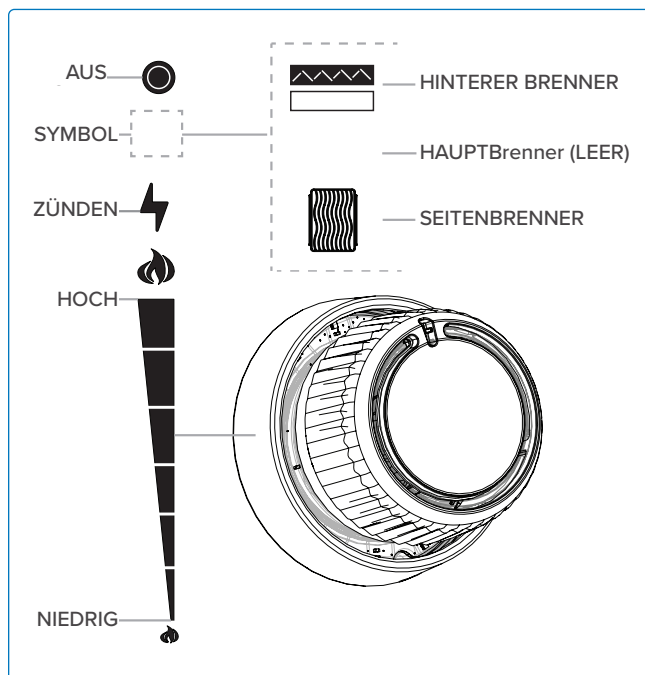

Abb. 7
2. Drücken Sie einen beliebigen Hauptbrennerknopf und drehen Sie ihn langsam gegen den Uhrzeigersinn auf die höchste Stufe, bis die Zündflamme brennt. Drücken Sie weiterhin den Bedientopf, bis der Brenner zündet, und lassen Sie dann los (**Abb. 6A & Abb. 7**).
3. Drücken Sie den Heckbrennerknopf und drehen Sie ihn langsam gegen den Uhrzeigersinn auf die höchste Stufe (**Abb. 6D & Abb. 7**).
4. Wenn der Brenner innerhalb von 5 Sekunden nicht zündet – drehen Sie den Brennerregler im Uhrzeigersinn in die AUS-Position. Warten Sie 5 Minuten. Wiederholen Sie Schritt 2 und 3. **(Abb. 6E & Abb. 7).**